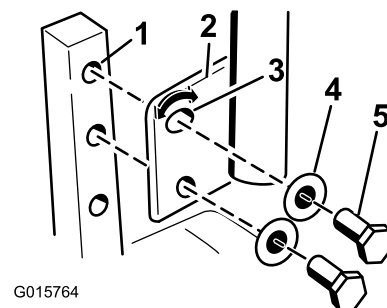

Figura 30
1. Retire los 2 pernos y las 2 arandelas que sujetan la palanca de control al brazo de la palanca de control (Figura 30).
2. Mueva la palanca al juego de taladros siguiente. Sujete la palanca con los 2 pernos y las 2 arandelas (Figura 30).